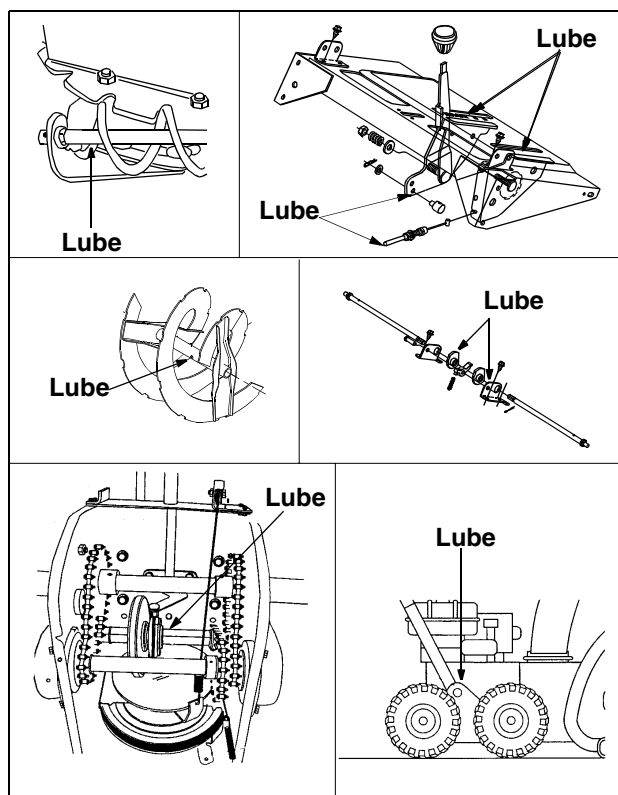

Figura 19: Tabla de lubricación
Para visualizar los puntos de lubricación en la limpiadora de nieve, ver la Figura 19.
- Extraiga la varilla del tapón de llenado de aceite. Vea la Figura 19 para la ubicación del tapón de llenado de aceite. Vierta lentamente aceite fresco a través del tapón. Vuelva a colocar la varilla.
- Para extraer la plancha raspadora, extraiga la zapata deslizante y el resto de la ferretería incluyendo pernos de carro, arandelas belleville y tuercas hexagonales que fijan la plancha raspadora al bastidor de la limpiadora de nieve. Vea la Figura 19 para la ubicación de la plancha raspadora.